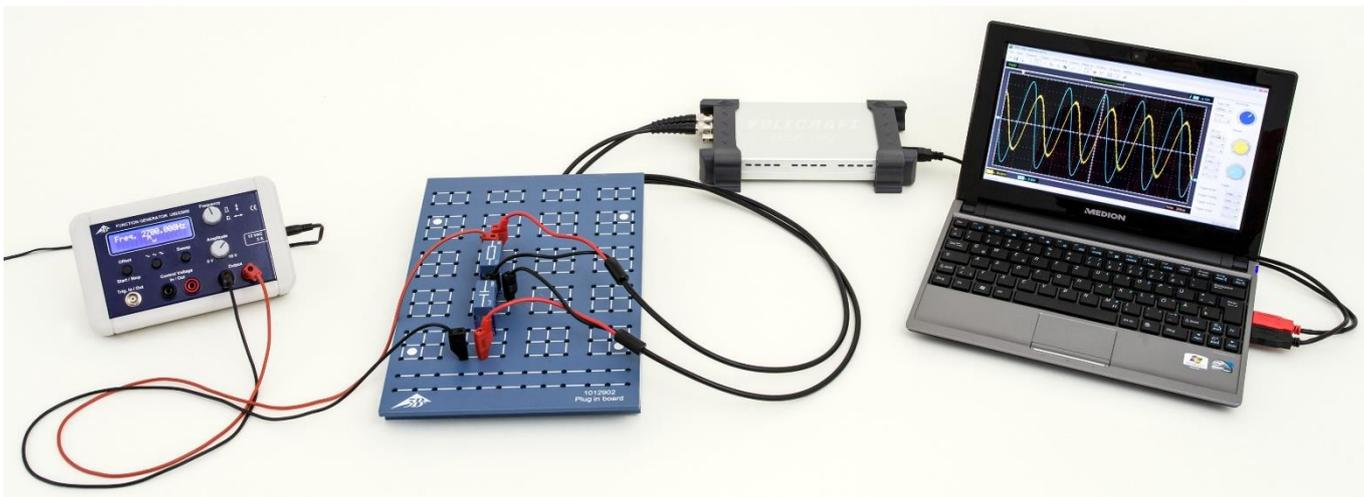

Fig. 1: Disposição de medição
- Montar a disposição de medição (Fig. 1) conforme diagrama de ligações (Fig. 2) com a resistência  $R=1\ \Omega$  e um um dos capacitores  $C=1\ \mu\text{F}$ .